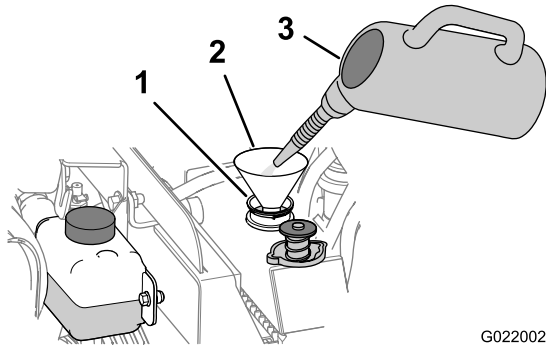

Bild 103
- B. Füllen Sie Reinigungslösung für die Kühlanlage durch den Füllstutzen in den Kühler ein (Bild 103).